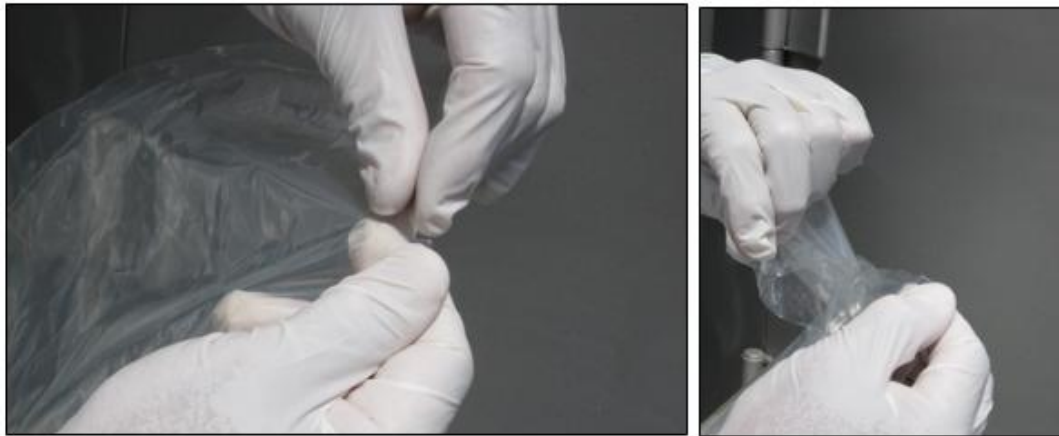

Abbildung 10. Öffnen der Verpackungsbeutel über die Einreißkerbe
7. Einen LevMixer oder Magnetmischer Single-Use Misch-Biocontainer entsprechend dem gewünschten Antriebstyp auswählen. MISCH-BIOCONTAINER UND ANTRIEBSEINHEITEN SIND NICHT AUSTAUSCHBAR. Auf korrekten Artikelcode und Ablaufdatum überprüfen. Die äußere und innere Verpackung entfernen, indem die Einreißkerbe aufgerissen wird (Abbildung 10) – KEINE SCHEREN ODER ANDERE SCHNEIDGERÄTE VERWENDEN Das Etikett der Innenverpackung gemäß den Qualitätsrichtlinien der Organisation des Benutzers aufbewahren.